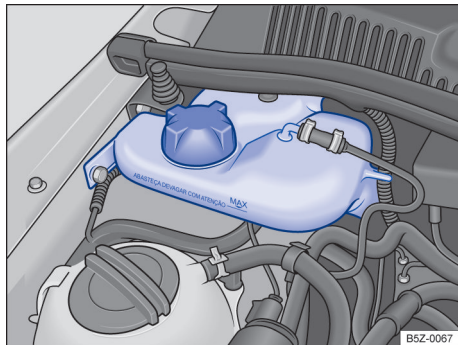

Fig. 156 No compartimento do motor: reservatório de gasolina para o sistema de partida a frio para motores 1.6 (válido somente para o motor CCRA).
O reservatório de gasolina do sistema de partida a frio encontra-se no compartimento do motor, no lado direito → Fig. 156.
- Nunca ultrapassar a marca "MAX" indicada no reservatório → Fig. 156.